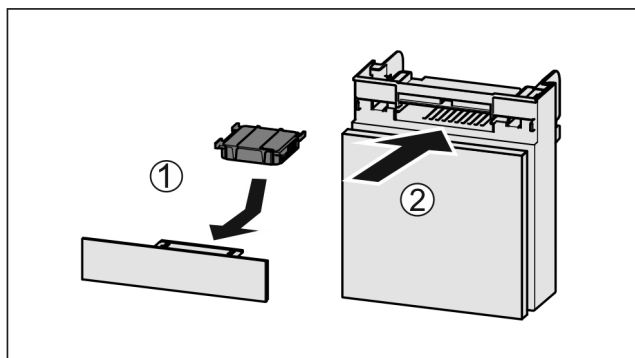

Fig. 153
- ▶ Sätt in Fig. 153 (1) aktivtkolfiltret enligt bilden.
- ▶ Skjut in Fig. 153 (2) lådan.